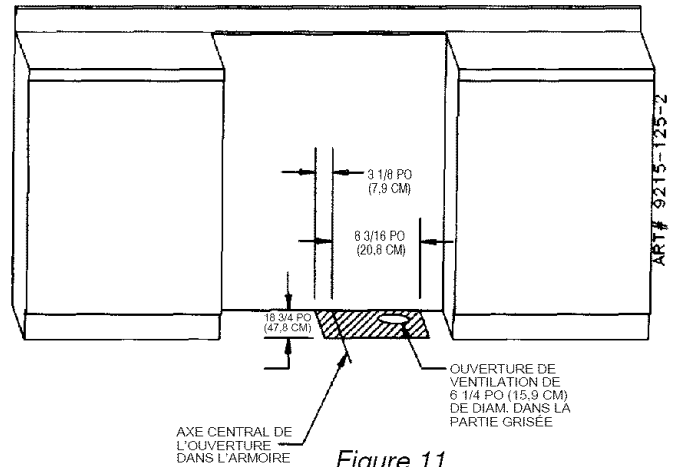
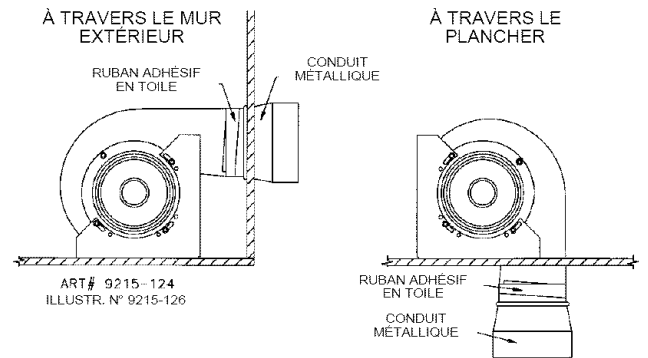

Figure 11
Figure 12
Découper, en veillant à éviter les poteaux muraux, un trou de 6 1/4 po (15,9 cm) de diamètre ayant son centre au point déterminé précédemment. Installer le ventilateur tel qu'indiqué à la figure 12.
b. **Par le plancher.** (Voir la figure 11) Découper, en veillant à éviter les solives du plancher, un trou de 6 1/4 po (15,9 cm) de diamètre dans la partie du plancher correspondant à la partie ombrée de la figure 11. Installer le ventilateur tel qu'indiqué à la figure 12.
- Mettre du ruban adhésif en toile autour du joint entre la sortie du ventilateur et le conduit. (Voir la figure 12.)